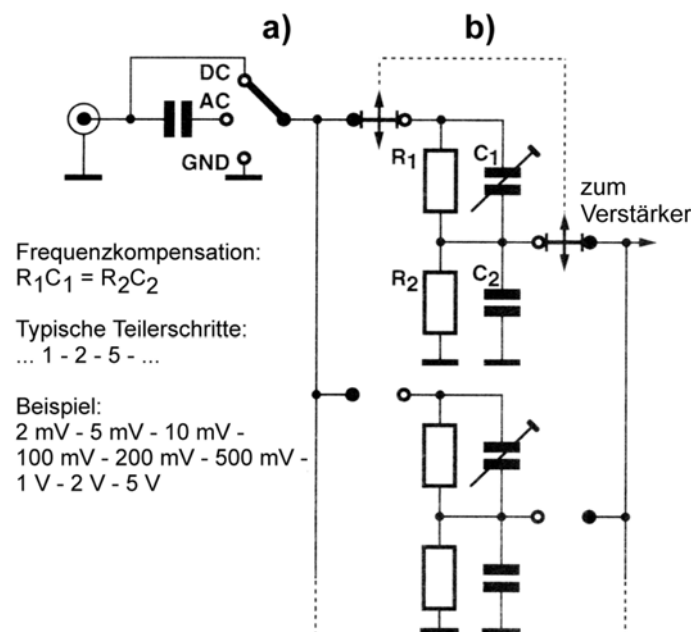

Abb. 2 Aufbau einer Oszilloskop-Eingangsstufe. a) Eingangsumschaltung; b) frequenzkompensierter Eingangsspannungsteiler
Typische Oszilloskopeingänge (Abb. 2) lassen sich zwischen Gleichspannungskopplung (DC), Wechselspannungskopplung (AC) und Masse (0 V oder GND) umschalten. Abschwächer (Attenuators) sind Spannungsteiler zur Meßbereichswahl. Deren Besonderheit: das Teilverhältnis muß über den gesamten Frequenzbereich konstant bleiben. Bei hohen Frequenzen sind aber die parasitären Kapazitäten nicht mehr vernachlässigbar. Der Ausweg: frequenzkompensierte Spannungsteiler. Hierbei sind den Teilerwiderständen Kondensatoren parallelgeschaltet. Bei niederen Frequenzen bestimmen die Widerstände das Teilverhältnis, bei höheren die Kondensatoren. Die Frequenzkompensation (gleiches Teilverhältnis über den gesamten Frequenzbereich) ist gegeben, wenn die in der Abbildung genannte Gleichung erfüllt ist.